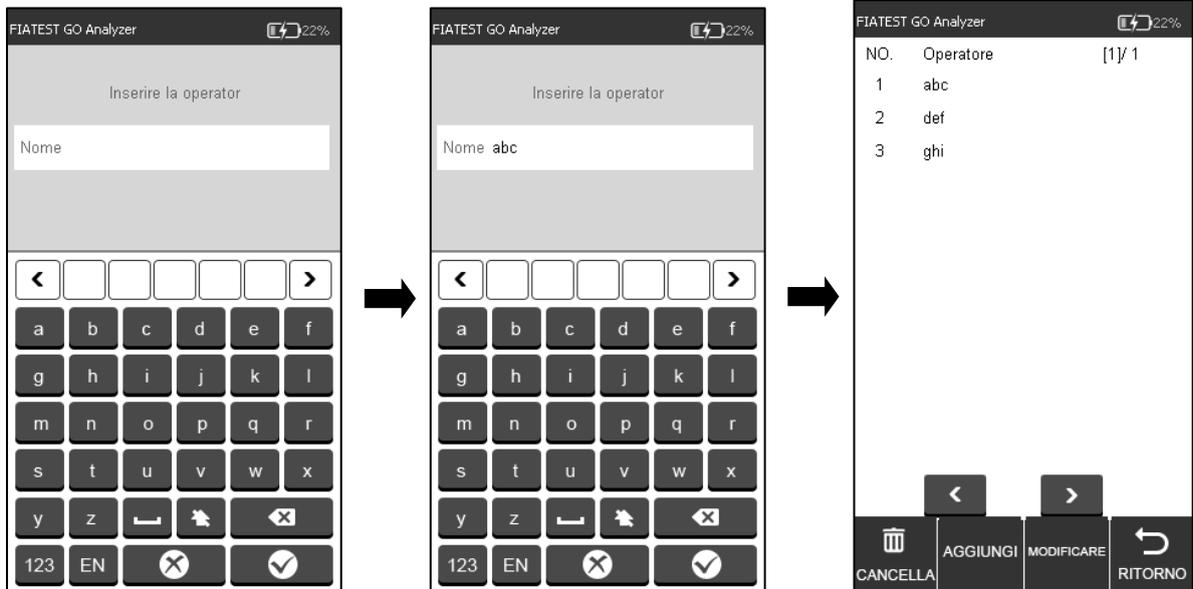
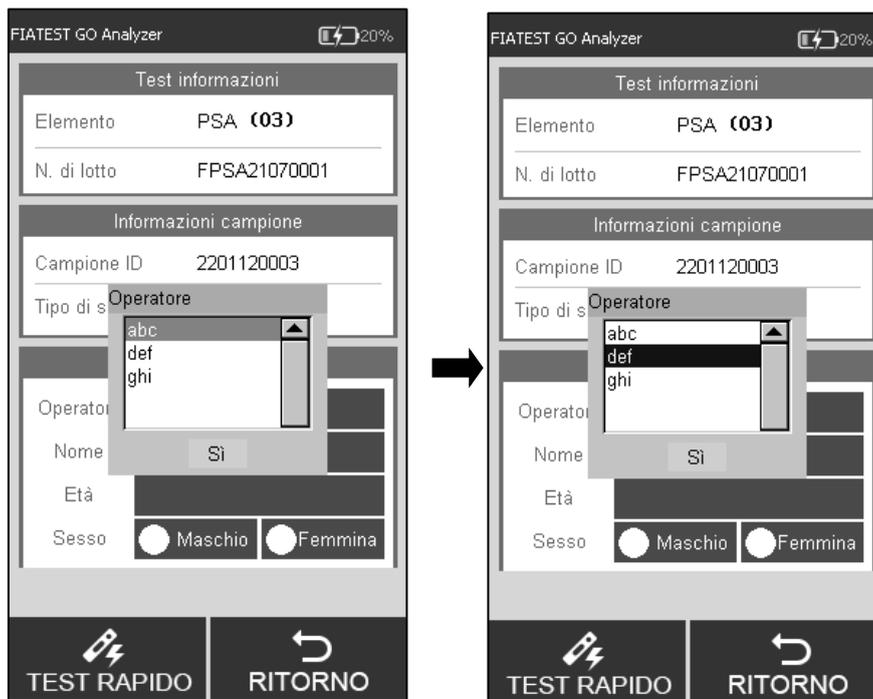

Fig 18
Fig 31
Cliccare su **“AGGIUNGI”**, digitare il nome dell'operatore, fare clic su  per completare l'aggiunta. (Rif Fig 18)
Cliccare su l'operatore che deve essere cancellato o modificato, e il colore verrà modificato in blu. Cliccare su “**CANCELLA**” l'operatore selezionato sarà cancellato, cliccare su “**MODIFICARE**” per entrare nell'interfaccia come Fig 18.
Passo 5: Inserire le informazioni del paziente, come operatore, nome del paziente, età e sesso. Tocca l'area oltre all'operatore, l'interfaccia apparirà come in Fig 31. Selezionare l'operatore. L'immissione delle informazioni dell'operatore è spiegata nella Fig 18 nella sezione 5.1.1.